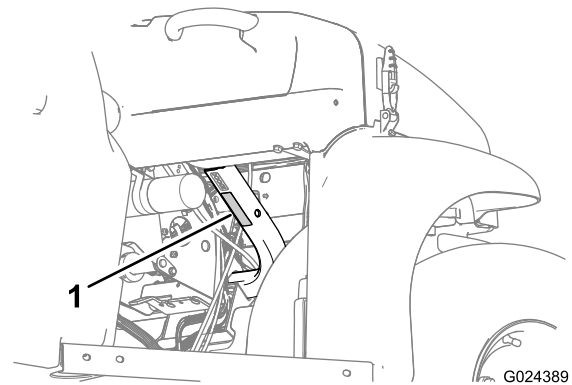

Figure 20
- Respectez la capacité de charge nominale de la machine et limitez le poids de la charge transportée sur le plateau comme décrit dans Caractéristiques techniques (page 15) et indiqué sur l'étiquette du poids total en charge de la machine (Figure 20).